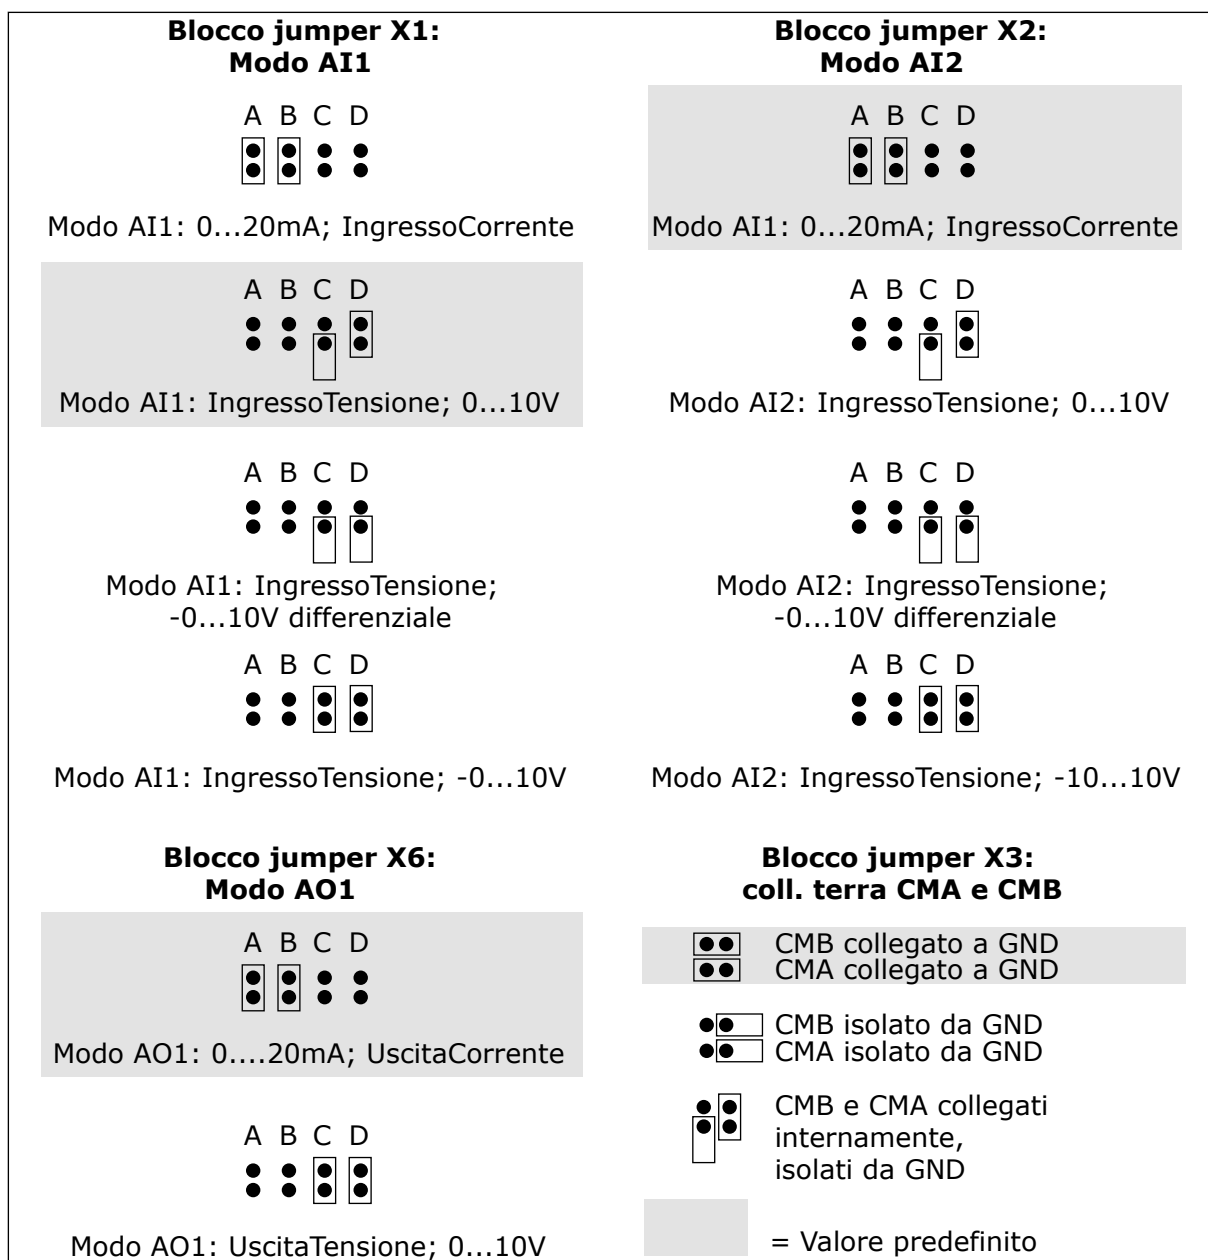

Fig. 26: Selezioni jumper per OPTA1
*) Vedere Fig. 26 Selezioni jumper per OPTA1.